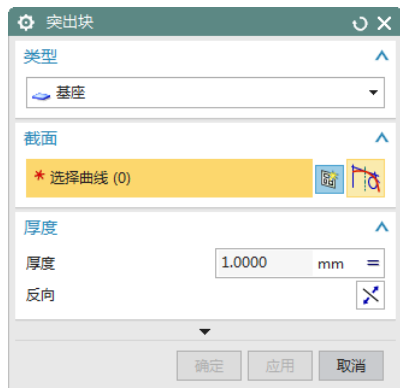

图 4-84 “突出块”对话框栏
(1) 选择“菜单(M)”→“插入(S)”→“突出块(B)”, 或者单击“主页”选项卡“基本”面组上“突出块”按钮, 打开如图 4-84 所示“突出块”对话框。设置厚度为 1。